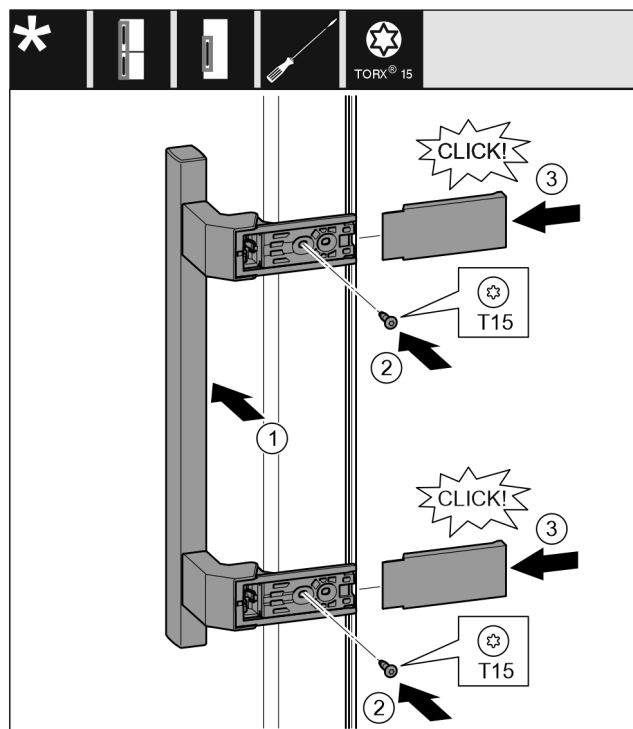

Fig. 40
- Postavite ručicu na suprotnoj strani. Fig. 40 (1)
- Odvijačem T15 čvrsto pritegnite vijke. Fig. 40 (2)
- Postavite pokrove bočno i natakните ih. Fig. 40 (3)